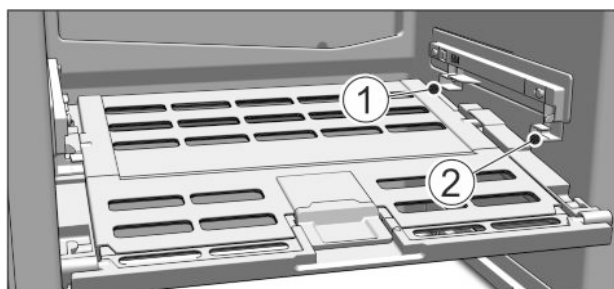

Fig. 74
- ▶ Установка крышки отделения с функцией для хранения овощей и фруктов Fruit & Vegetable-Safe: Вставить поперечные ребра крышки через низ в задний держатель Fig. 74 (1) и защелкнуть спереди на держателе Fig. 74 (2).